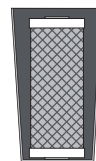

Рис. 13
5. Переставьте картридж в другую емкость, выше высоты картриджа\*, и снова залейте через горловину внутрь картриджа приготовленный раствор лимонной кислоты (около 0,6 л). Раствор должен заполнить весь картридж (рис. 13). Оставьте картридж в растворе на 6-12 часов.
9. Переставьте картридж в другую емкость, выше высоты картриджа, и залейте через горловину внутрь картриджа приготовленный раствор соды небольшими порциями. Раствор должен заполнить весь картридж (рис. 13). Оставьте картридж в растворе на 30-60 минут.